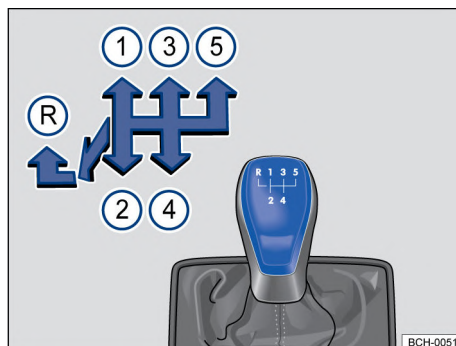

Fig. 90 Esquema de la transmisión manual de 5 marchas.
Las posiciones de cada una de las marcha están representadas en la palanca de cambios → fig. 90.
- Empujar la palanca de cambios totalmente hacia la izquierda y después hacia adelante hasta la posición de la marcha atrás → fig. 90 .